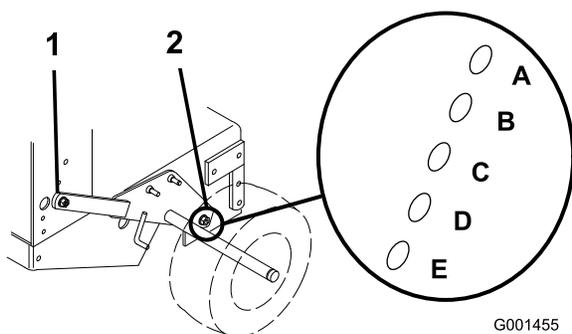

Figure 18
- Desserrez, sans les enlever, les 2 boulons de pivot et les 2 boulons de réglage de l'essieu (Figure 18).
- Placez un cric sous le bâti du moteur, au centre et à l'arrière. Soulevez l'arrière du bâti du moteur jusqu'à ce qu'il soit possible de déposer les 2 boulons de réglage de l'essieu avant (Figure 18).
- Levez ou abaissez le bâti du moteur à l'aide du cric de sorte à pouvoir insérer les 2 boulons de réglage de l'essieu avant dans les trous voulus (Figure 18).